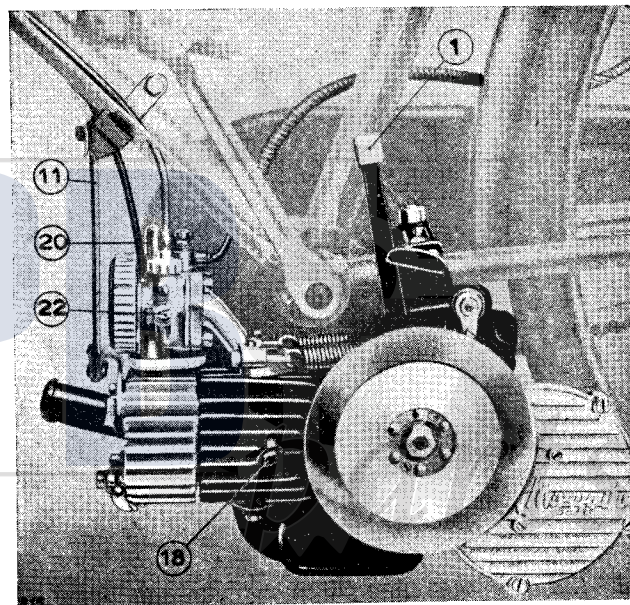

Fig. 5
opgepompte band en met ingeschakeld hefboompje, afb. 5, de cylinder iets naar boven gericht is en de verende ophanging loodrecht naar beneden staat.
B. Motor inschakelen door middel van het hefboompje 1 (afb. 5).
Bij koude motor 3—4 maal op vlotterpomp (20) afb. 5 drukken.
Vlotterpomp 20 (Afb. 5).
een kleine hoeveelheid benzine in de sproeikamer onder schroef 22 (Afb. 5) gespoten.
De afdichtingsstop 18 (Afb. 5) is ingeperst en precies afgesteld, onder geen enkele voorwaarde mag deze gedraaid worden. Carburateur en luchtschuif schoonmaken. Voorts
Bij deze stand kan het vliegwiel gemonteerd worden en wel zo, dat de beide pijlpunten op het vliegwiel en het carter tegenover elkaar staan (afb. 5). Bij deze stand
Schroef 22 (afb. 5) losdraaien en sproeier uithalen. Van de conische kant doorblazen of, van dezelfde kant met de bijgeleverde draad doorsteken en kijken of hij geheel schoon is. Voor het monteren een paar maal op de vlotterpomp drukken, waardoor eventuele vuiltjes door de benzine worden weggespoeld. Zou dit niet helpen, dan verwijzen wij naar par. 5.